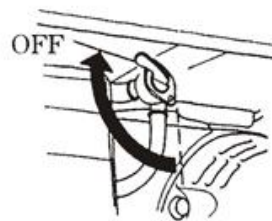

Рис. 36
7.3 Встановіть паливний кран в положення "OFF" (Рис. 36).